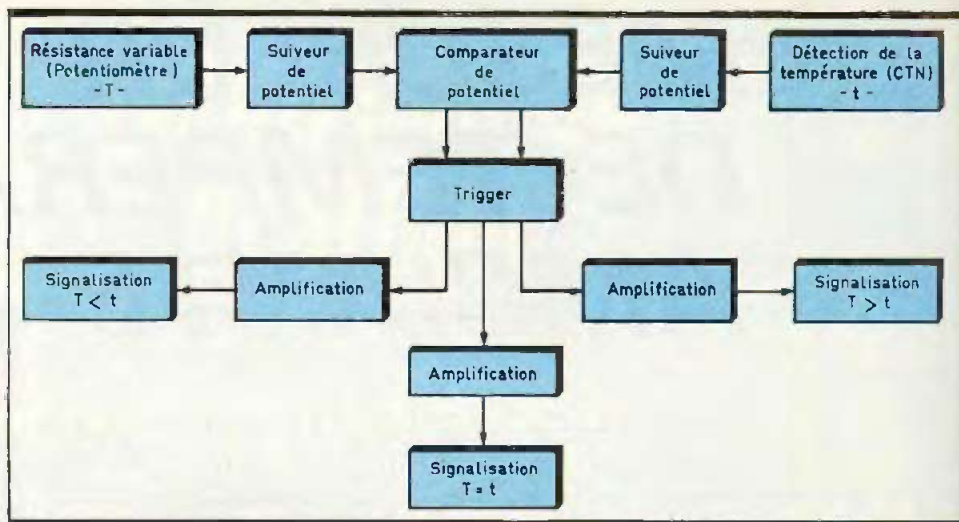

Fig. 1 Synoptique.
b) Le principe de fonctionnement (fig. 1)